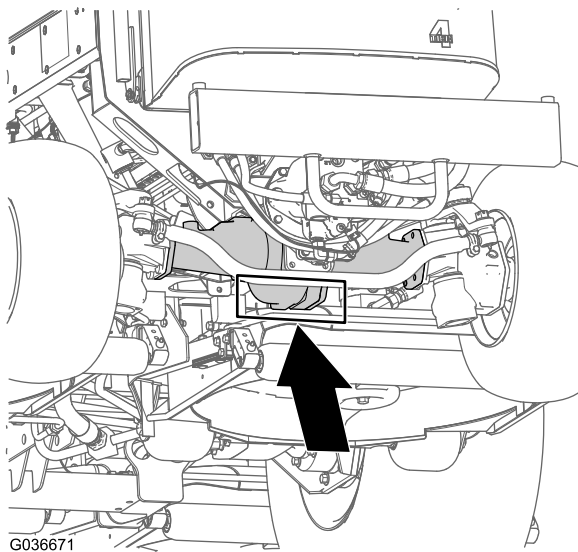

Figure 29
**Arrière de la machine** – au centre du pont (Figure 29).